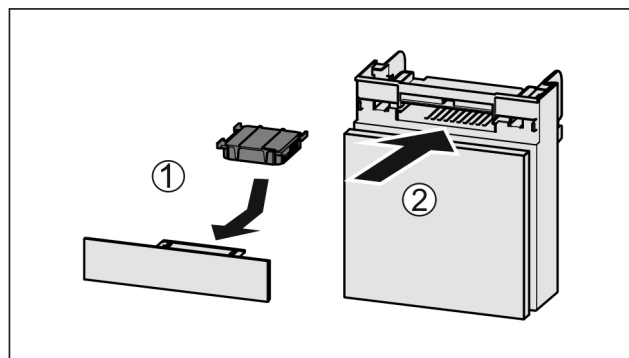

Fig. 42
- Aktivkohlefilter nach Abbildung einsetzen Fig. 42 (1).
- Fach einschieben Fig. 42 (2).